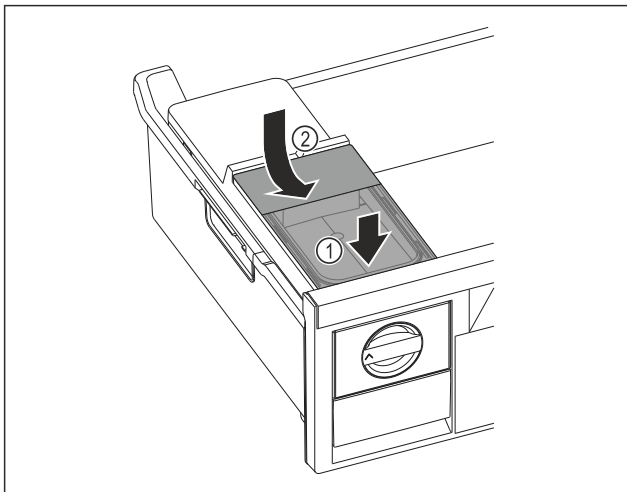

Fig. 43
- ▶ Watertank aan de voorkant plaatsen. Fig. 43 (1)
- ▶ Watertank aan de achterkant laten zakken. Fig. 43 (2)